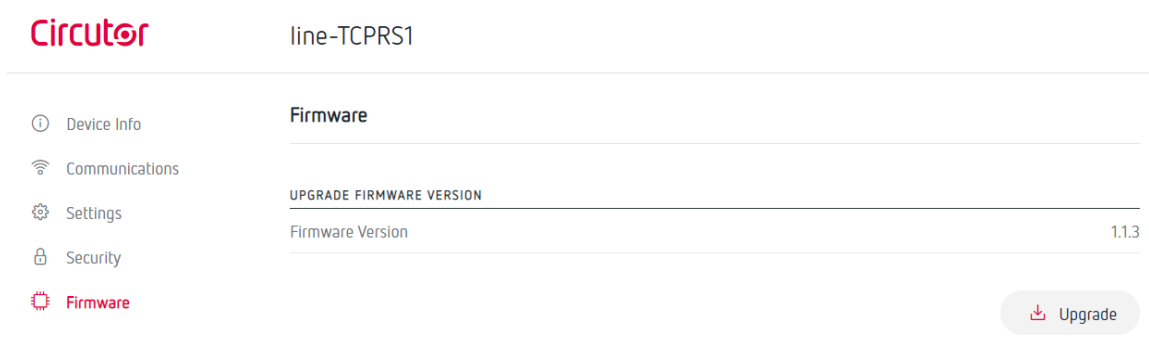

Figura 41: Página Web: Firmware.
- ✓ En la pantalla **Firmware**, actualizar el firmware del equipo (Figura 41).